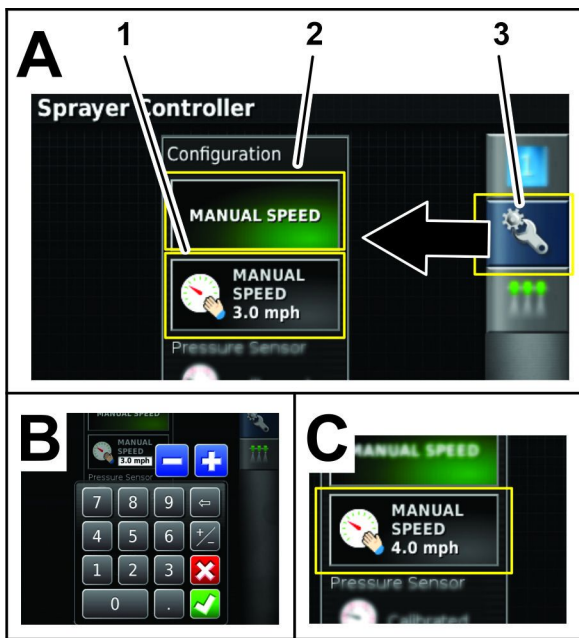

图 179
6. 按手动速度图标 图 179。
7. 按手动速度输入图标 图 179。
8. 使用显示屏键盘输入模拟速度然后按“确认”图标 图 179。